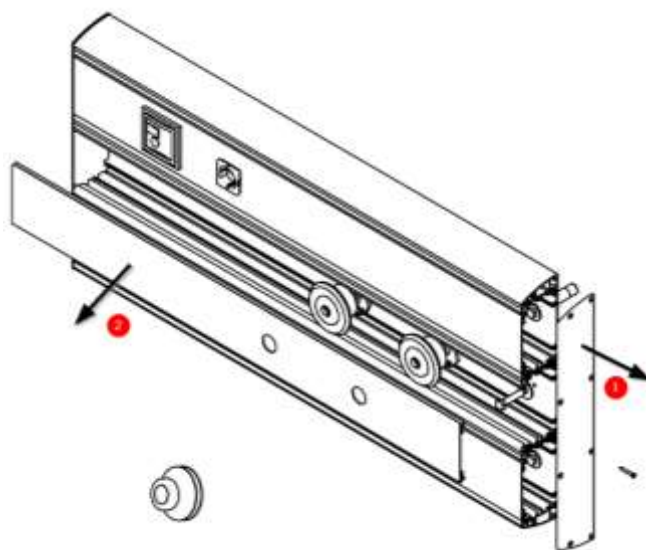

Abb. 3 Entfernen der seitlichen Stirnwand
Wenn das Gerät mit PVC-Seitenwänden bestellt wurde, muss mindestens eine Seitenwand (1) entfernt werden, bevor die Abdeckung des Gaskreislaufs (2) entfernt werden kann (siehe Abb. 3).